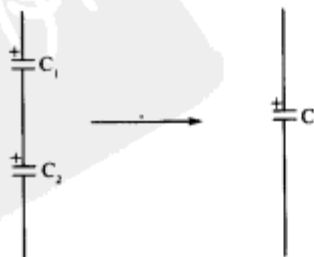

图 2-6 有极性电容器顺串联电路
(1) 有极性电容器顺串联电路如图 2-6 所示。电路中, C_1 和 C_2 均是有极性的电容器, C_1 的负极与 C_2 的正极相连, 这种串联方式称为顺串联电路。有极性电容器顺串联之后, 仍等效成一只只有极性的电容器 C , 其极性见图中所示, 即 C_1 的正极为正极, C_2 的负极为负极。